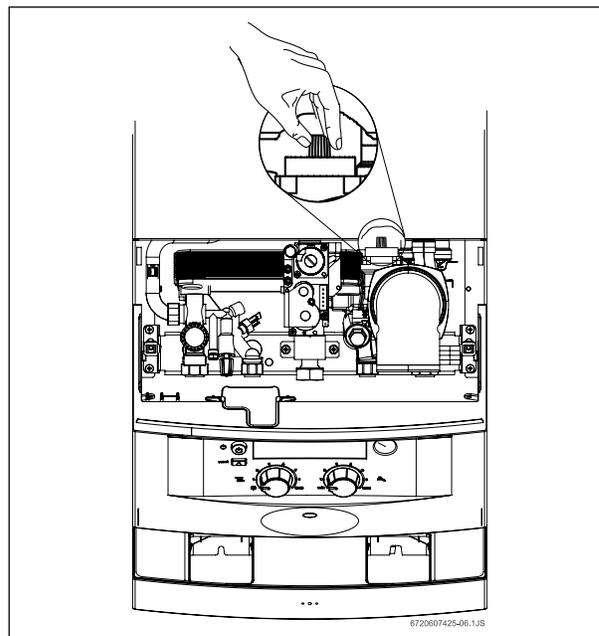

Рис. 14. Воздухоотводчик
- ▶ Выпустить воздух из установки с помощью встроенного воздухоотводчика (см. рис. 14).